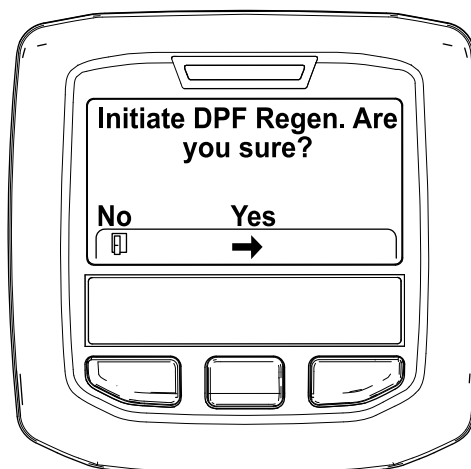

Figura 45
4. Quando surge a mensagem "Initiate DPF Regen. Are you sure?" (Iniciar Regen. DFP. Tem a certeza?), prima o botão central (Figura 45).